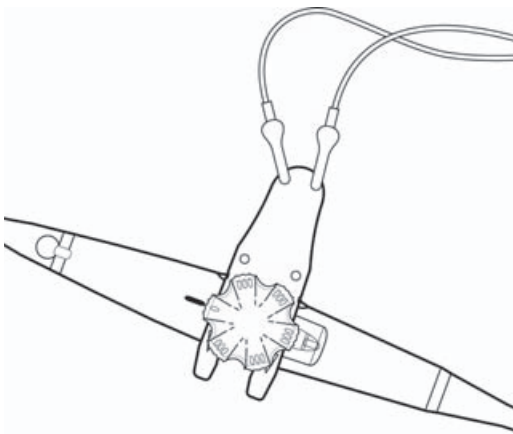

Figure7 Raccordement de l'outil de test pour la détection de perforations
- b** Raccorder les câbles rouges à l'outil de test pour la détection de perforations, comme indiqué à la **Figure 7**.